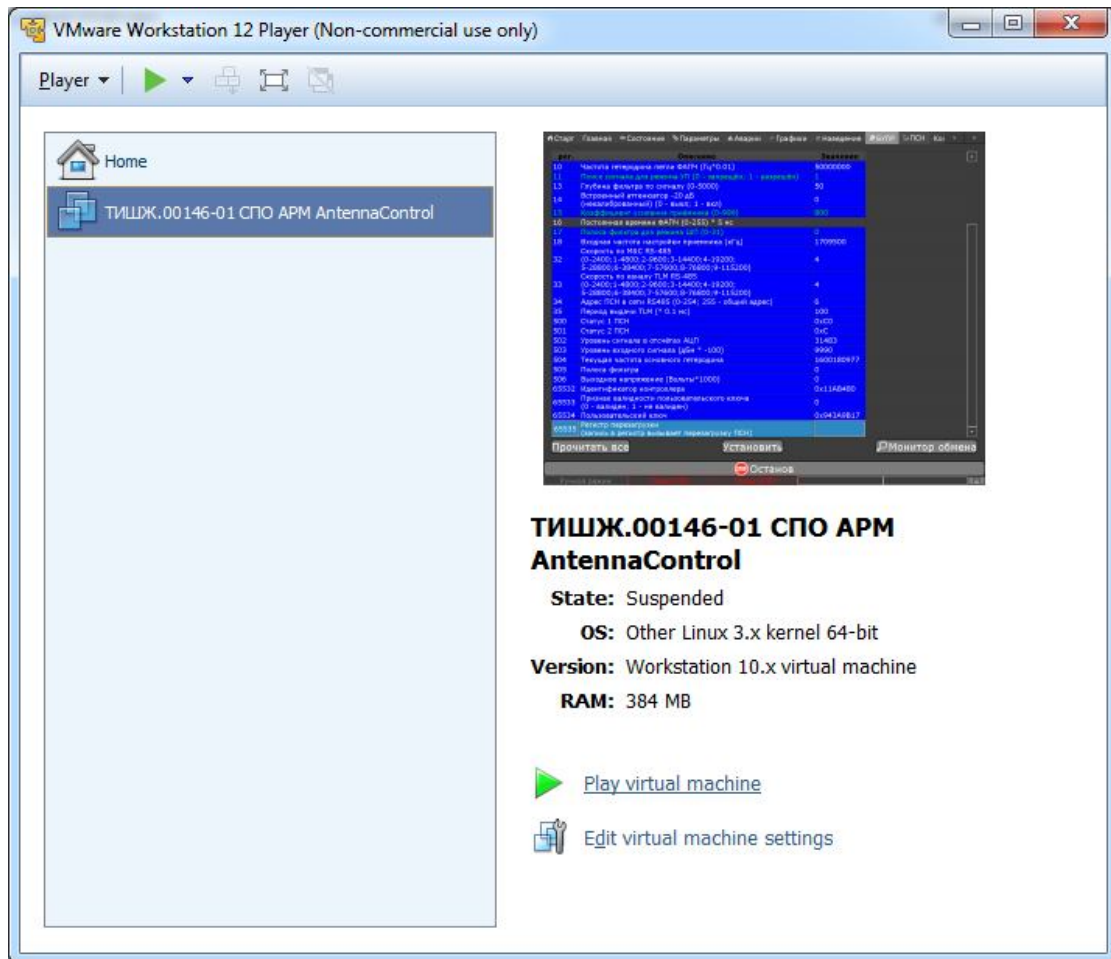

Рисунок 3.3
- Выбрать виртуальный образ «ТИШЖ.00147-01 СПО АРМ AntennaControl» и нажать  Play virtual machine (рисунок 3.3).